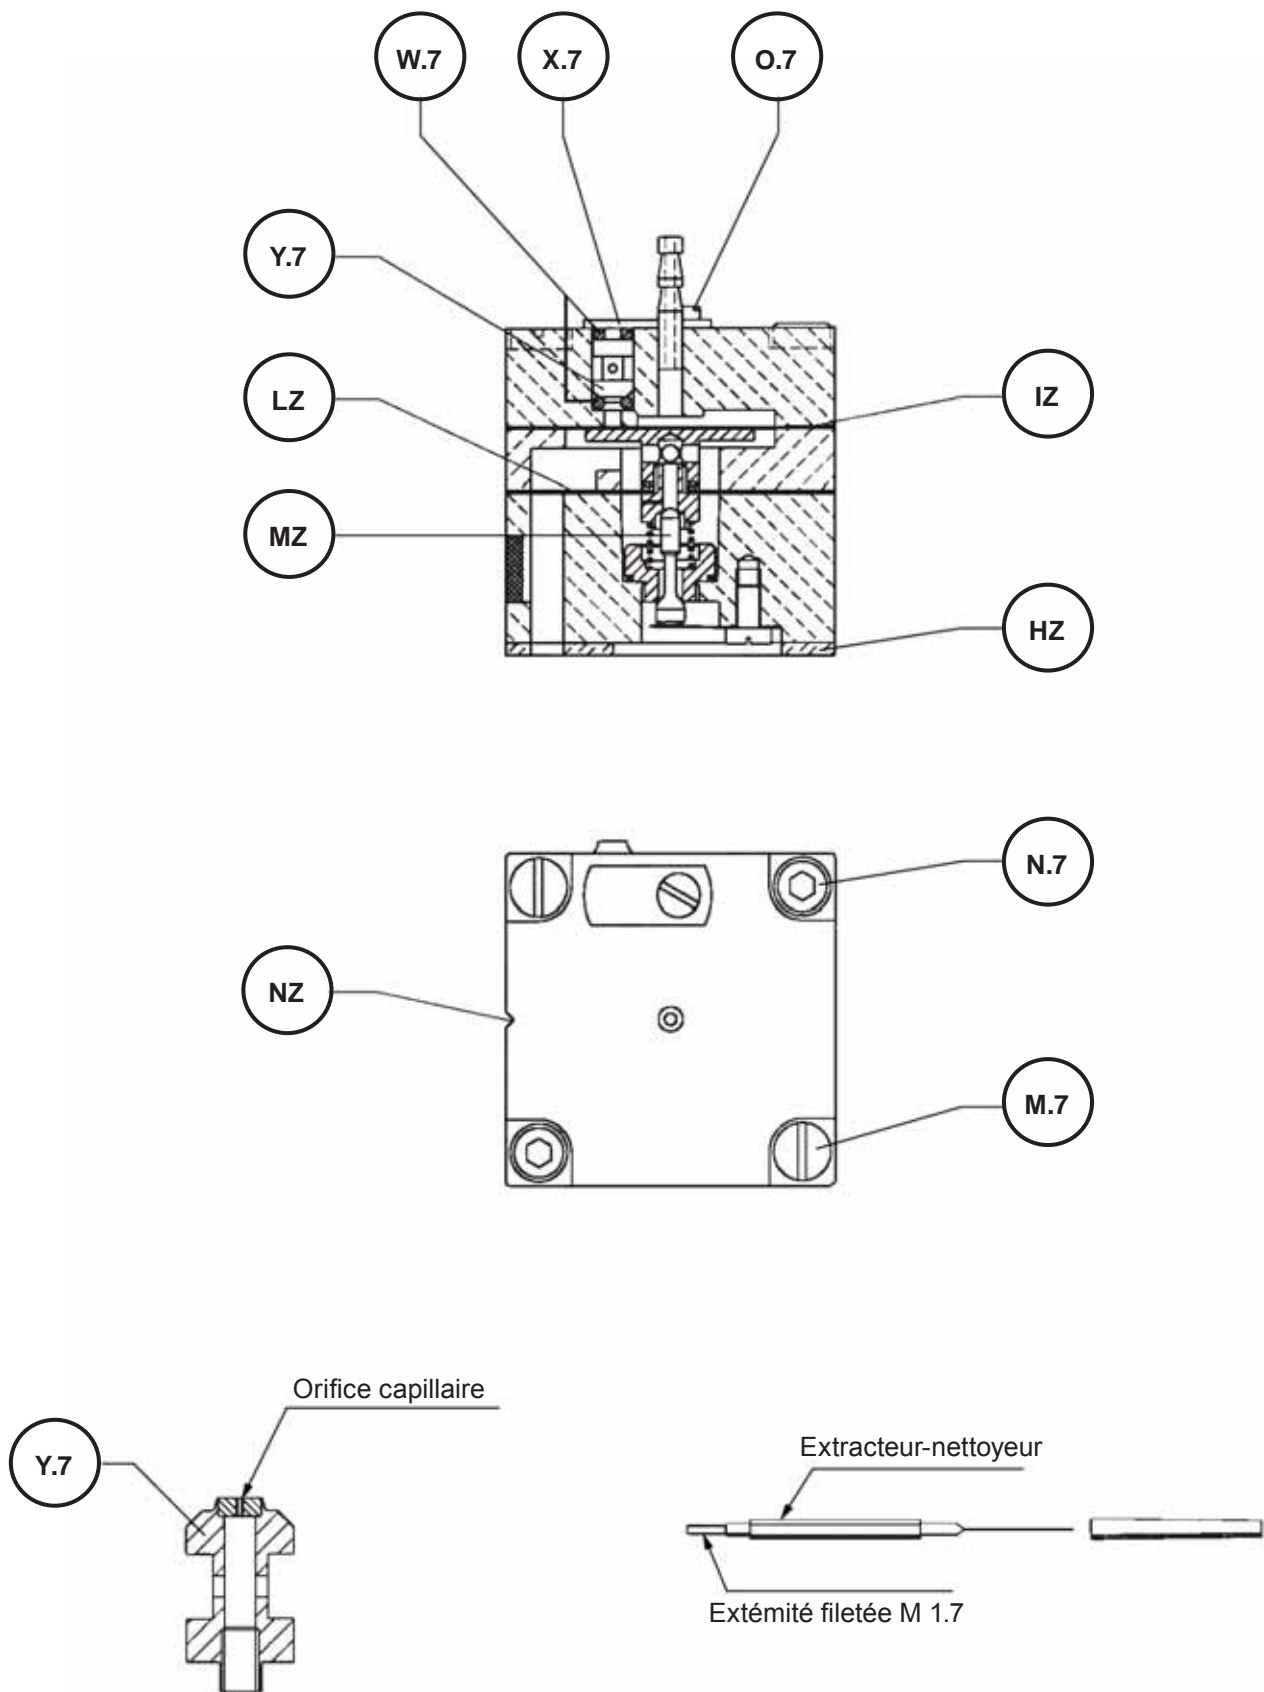

Fig. 7 - Relais amplificateur de l'unité régulatrice
- **L'orifice capillaire (O.8)** est accessible en dévissant la vis (**O.7**) et en tournant la plaque de maintien (**X.7**). Insérer le côté fileté du nettoyeur et extraire l'orifice capillaire en prenant soin de ne pas endommager le joint torique (OR 2007). Le nettoyage est effectué en utilisant le fil d'acier fourni avec le nettoyeur, puis compléter le tout par un soufflage énergique avec de l'air comprimé. Lors du remontage de l'orifice capillaire, s'assurer que les deux joints toriques (**W.7**) soient correctement positionnés (voir Fig. 7).